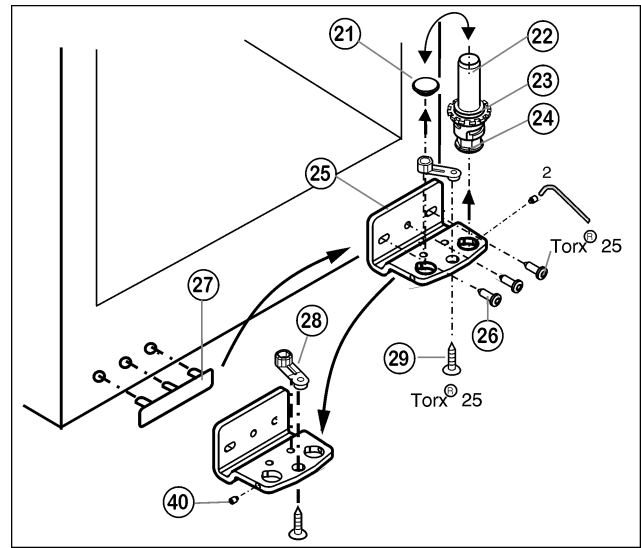

Fig. 6
- ▶ Borgpen Fig. 6 (40) met de meegeleverde inbussleutel ca. 1 omwenteling uitdraaien.
- ▶ Lagerbout Fig. 6 (22) compleet met schijfje Fig. 6 (23) en stelpootje Fig. 6 (24) naar boven eruit draaien.
- ▶ Stop Fig. 6 (21) eraf halen.
- ▶ Lagerbus Fig. 6 (25) losschroeven Fig. 6 (26).
- ▶ Borgpen Fig. 6 (40) geheel uitdraaien en aan de tegenoverliggende zijde in de lagerbus draaien, tot de pen op één lijn met de lagerbus ligt.
- ▶ Lagerdeel Fig. 6 (28) losschroeven Fig. 6 (29) en in het tegenoverliggende opnamegat van de lagerbus omzetten en weer vastschroeven.
- ▶ Stop Fig. 6 (21) weer in het andere gat aanbrengen.
- ▶ Afdekking aan de greepzijde Fig. 6 (27) voorzichtig optillen en op de tegenoverliggende zijde plaatsen.
- ▶ Lagerbus Fig. 6 (25) aan de nieuwe scharnierzijde evt. met behulp van een accuschroevendraaier weer **goed (met 4 Nm)** vastschroeven.
- ▶ Lagerbout Fig. 6 (22) compleet met schijfje en stelpootje weer aanbrengen.
- ▶ Borgpen Fig. 6 (40) vastdraaien.
- ▶ Plaats de deur van boven op de lagerbout beneden *Fig. 6 (22)*.
- ▶ De deur eventueel via de beide langsgaten in de lagerbus onder *Fig. 6 (25)* ten opzichte van de kast uitlijnen. Daartoe middelste schroef uitdraaien.